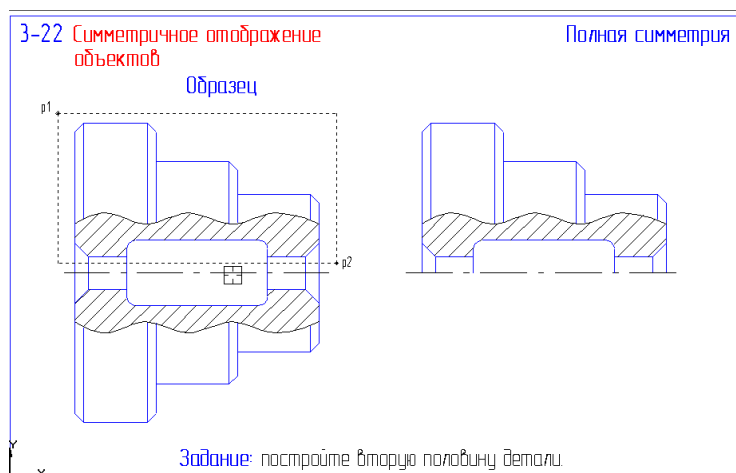

Рис. 28
30. Откройте файл фрагмента 3-22 (рис. 28). Для выполнения задания выделите секущей рамкой верхнюю часть детали за исключением осевой линии. На странице **Редактирование** инструментальной панели нажмите кнопку **Симметрия** и кнопку **Выбор базового объекта** на панели специального управления. Укажите курсором на ось детали. Система выполнит построение симметричного изображения. Прервите работу команды и снимите выделение объектов. Результат сохраните.